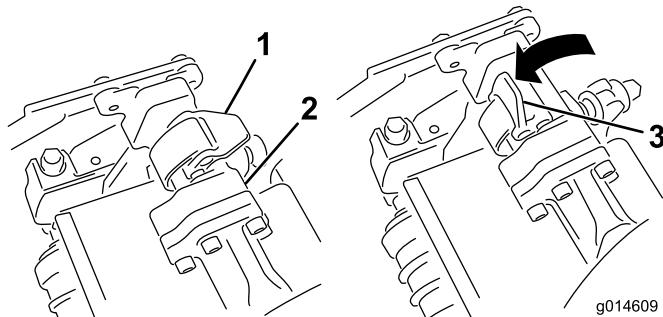

Figure 11
- Les verrous de la barre de bras de suspension étant orientés en haut (c.-à-d. ouverts) (Figure 11), poussez
6. Fermez les verrous autour de la barre du plateau de coupe et bloquez-les en place (Figure 11).